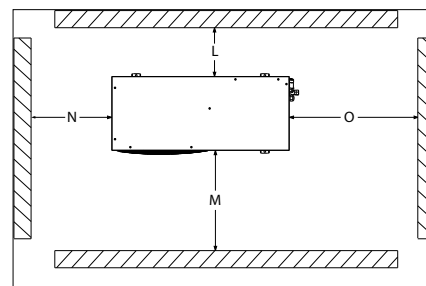

Figura 1 : Distâncias mínimas de montagem
• Certifique-se de que haja espaço suficiente ao redor da unidade para circulação de ar e abertura de portas. Consulte a Figura 1 para conhecer os valores mínimos da distância em relação às paredes.